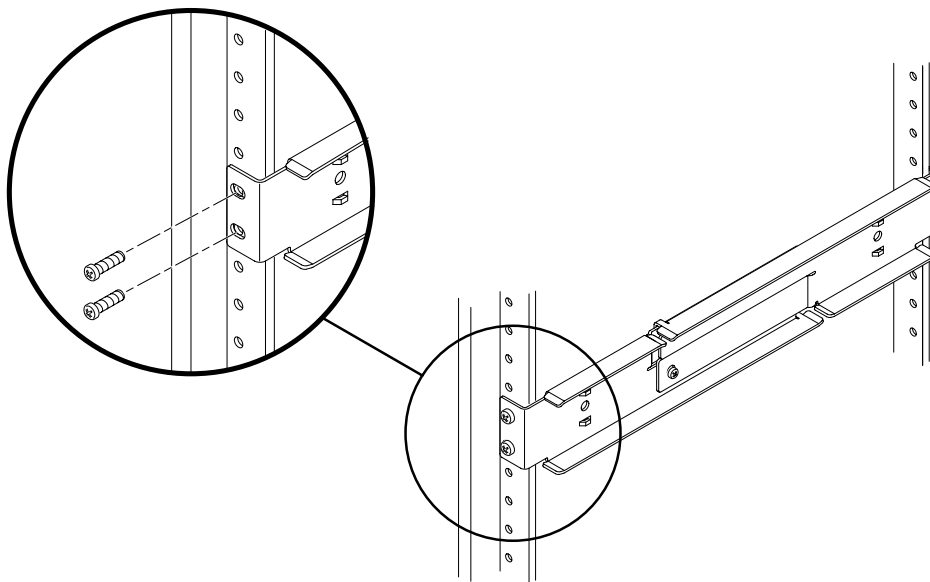

BILD 3-16 Skruva fast de justerbara skenornas framsidor i racket
3. Placera en justerbar skena i önskad plats i racket. Använd två skruvar för att skruva fast skenans framsida i racket (BILD 3-16).